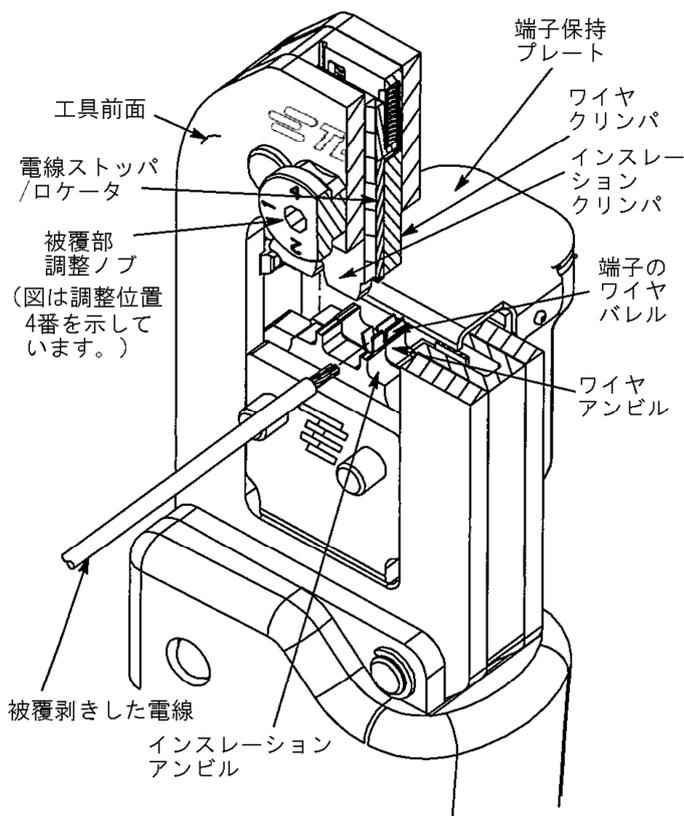
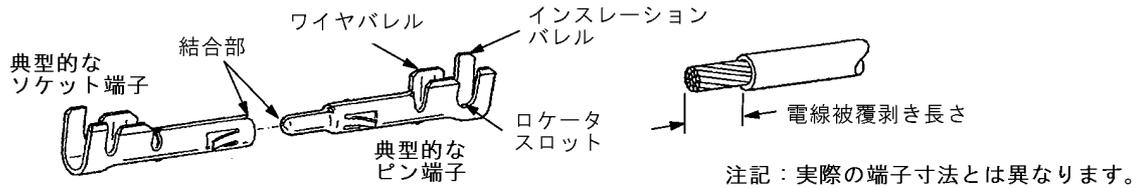

Figure 1
Figure 3
電線ストッパ/ロケータは端子をダイス間に位置決めし、電線が端子に正しく入るように助けます。圧着中は、端子のロケータスロットに入ります。（Fig.1と Fig.3 参照）サーティクリンプ ラチェットは圧着荷重を制御します。ラチェットは一度噛み合うと、ハンドルが完全に閉じるまで開きません。
このタイプの多くの圧着手動工具において、絶縁被覆部の圧着高さは絶縁被覆調整ノブを回転させて調整出来ます。(Fig.1 参照) 絶縁部圧着の機能は電線の絶縁部をしっかりと保持することです。適切な絶縁被覆部の圧着を決めるために絶縁部の外径に対応した位置を用いて下さい。(1) -小、(2) と (3)-中位 (4) 大で調整出来ます。もし絶縁部バレルがきつ過ぎたり緩過ぎたりする場合、適切な設定に調整ノブを引き上げて回転させて変更を行なって下さい。